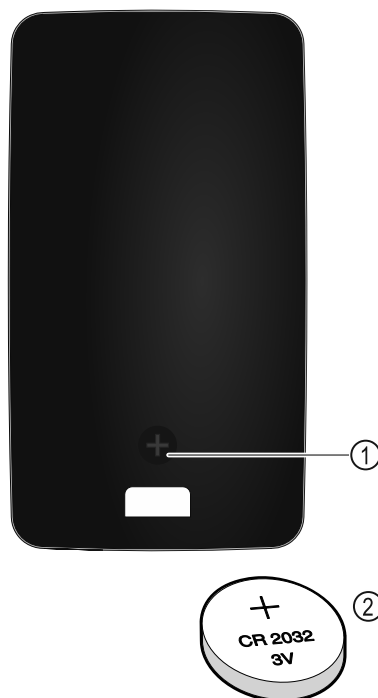

Fig. 223
Il telecomando è alimentato da una batteria CR 2032 da 3V Fig. 223 (2), disponibile presso i rivenditori specializzati.
- Svitare la vite Fig. 223 (1) sul retro del telecomando.